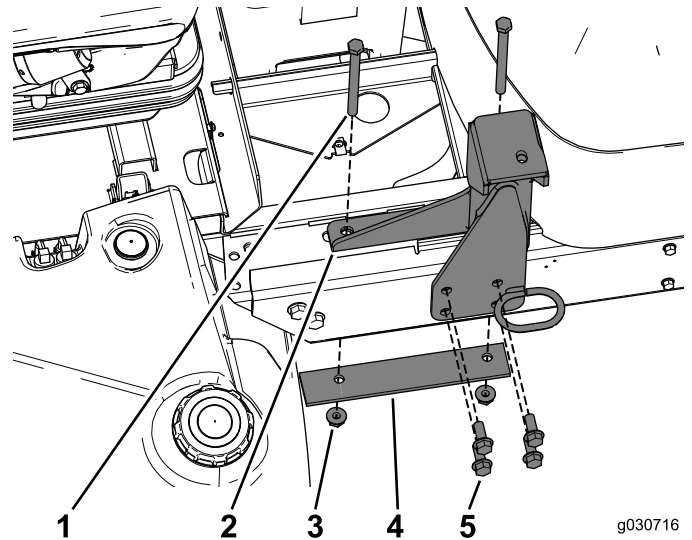

図 19
1. ROPSから外したボルト類を使用して、後マウントをフレームに固定する 図 19。